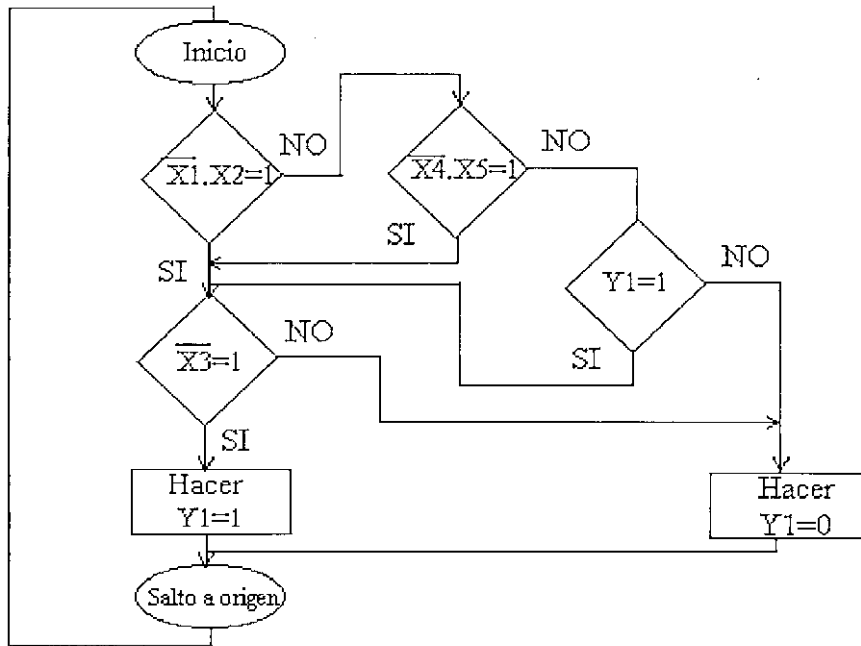

Figura 5.6: Organigrama del nivel I representación de la ecuación propuesta
- **Organigrama de Nivel 2** u organigrama de programación, el cual se sustituirán las designaciones de Nivel 1 por las instrucciones correspondientes, para así poder realizar el programa en el autómatas. La figura 5.6. representa el primer caso. Dada su escasa utilización en programas de autómatas programables debido a que su complejidad es